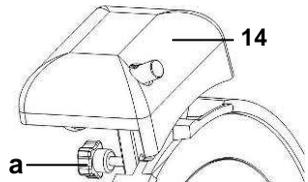

Abb. 6
- Lösen Sie die Befestigungsschraube (a) vom Messerschärfer (14) an der Rückseite des Gerätes (**Abb. 6**).
- Ziehen Sie den Messerschärfer (14) heraus und drehen Sie ihn um 180°.
- Setzen Sie den Messerschärfer (14) in die vorgesehene Führung wieder ein und ziehen Sie die Befestigungsschraube (a) fest.
- Nehmen Sie den Messeschärfer vom Gerät ab. (**Abb. 6**).
- Nehmen Sie den Messerschärfer komplett vom Gerät ab (Abb. 6).